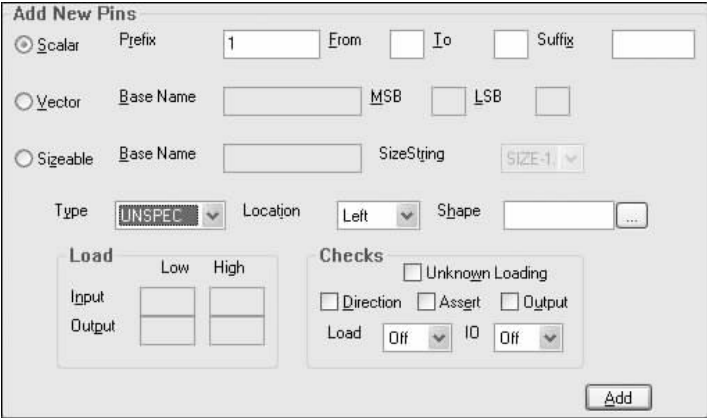

图 2-114 设置引脚 1
13. 在“Add New Pins（添加新引脚）”区域内选择“Scalar（标量）”选项；在“Prefix（前缀）”文本框内输入1；在“Type（类型）”下拉列表中选择“UNSPEC”选项；在“Location（位置）”下拉列表中选择“Left”选项。如图 2-114 所示。然后单击 **Add** 按钮，添加引脚。